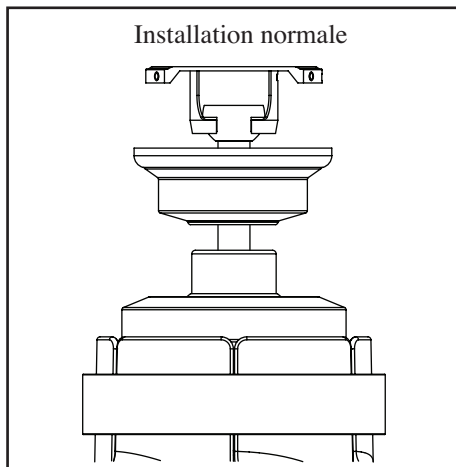

Figure 12
4. Soulevez avec précaution l'ensemble du ventilateur vers la traverse. Assurez-vous que la languette de la traverse est correctement placée dans le sillon de la boule de suspension. (Figure 12)